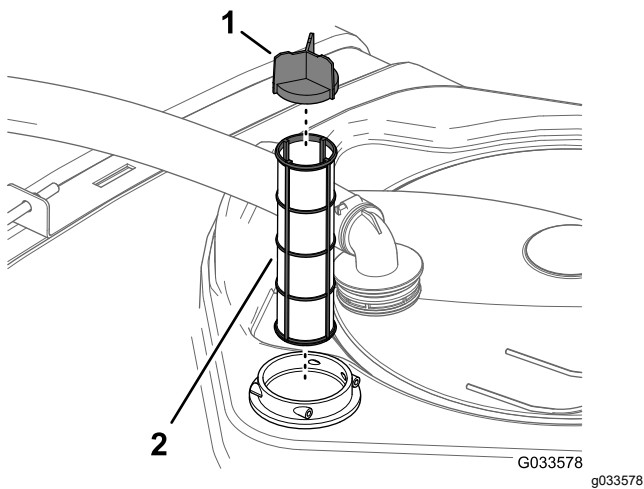

**Figura 58**
2. En la parte superior del depósito de fumigación, retire la horquilla de retención que sujeta el acoplamiento que está conectado a la manguera grande y al alojamiento del filtro (Figura 58).
3. Retire la manguera y el acoplamiento del alojamiento del filtro (Figura 58).